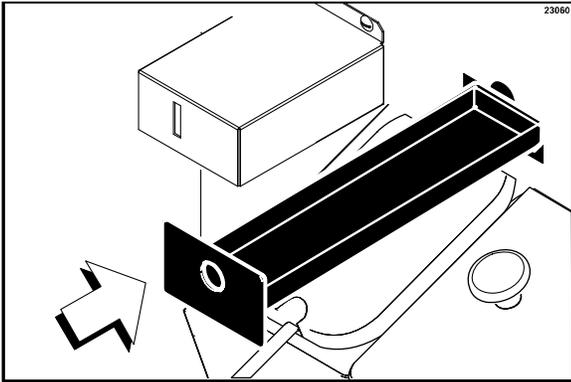

Figura 65
10. Quite, limpie y vuelva a instalar la bandeja de goteo larga en el panel delantero. (Vea la figura 65).